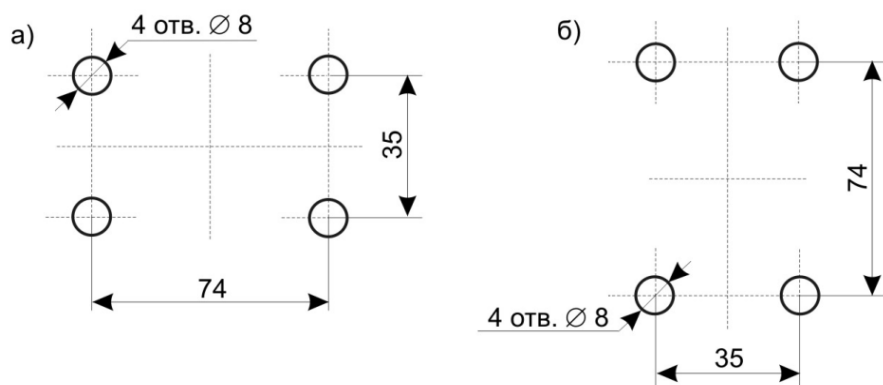

Рисунок 3. Координаты крепления модулей:
6.1 Вынуть модуль из упаковки, произвести визуальный осмотр на предмет целостности корпуса, мембраны и распылителя. Проверить комплектность. С помощью крепежного узла установить модуль (средневысотный и высотный) на жестких конструкциях потолка по центру защищаемой зоны. Для этого в потолке сверлятся 4 отверстия диаметром 8 мм под пластмассовый дюбель 8 мм на глубину 35 мм в соответствии с рис. 3а. Крепежная планка крепится к потолку шурупами диаметром 5 мм длиной 35 мм. Кронштейн модуля задвигается в крепежную планку до отказа и фиксируется чекой.
6.3 Настенные модули крепятся на жесткой вертикальной конструкции (стены, колонны и др.) на высоте не более 2,5 м от уровня пола. Допускается установка настенных модулей по высоте помещения с шагом не более 2,5м при условии их одновременного запуска. Для этого на вертикальной конструкции в местах установки сверлятся 4 отверстия диаметром 8 мм под пластмассовый дюбель 8 мм на глубину 35 мм в соответствии с рис. 3б. Крепежная планка крепится шурупами диаметром 5 мм длиной 35 мм. Кронштейн модуля задвигается в крепежную планку до отказа и фиксируется чекой.
6.4 При креплении модулей на металлических конструкциях выполняются отверстия с резьбой М5 по схемам рис.3. Крепежная планка крепится винтами М5 с потайной головкой.